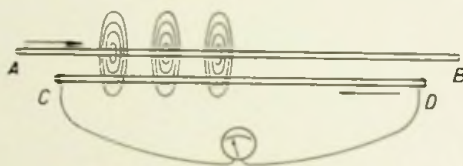

FIG. 8
- e. We weten dus nu van het bestaan der krachtlijnen etc. De golving in het water liet een stukje hout dansen, maar wat is nu het gevolg van deze krachtlijnen in de aether? Hierop geeft een proef vlug antwoord. Nemen wij aan, dat wij naast de geleider A B een tweede geleider C D hebben (fig. 8), die aangesloten is aan een galvanometer. (Een galvanometer is een instrument, dat in staat is heel zwakke stroom te meten).